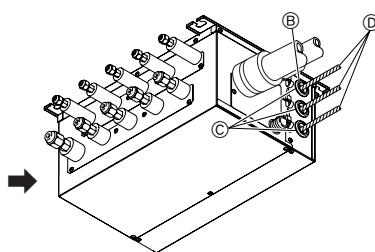

Fig. 9-2
- Kablonyu şube kutusunun içine geçirin. (Fig. 9-2)
- Şube kutusu dışarı monte edildiğinde, yağmur suyunun girmesini önlemek için kablo girişlerinin macunla kapatıldığından emin olun. (Fig. 9-2)